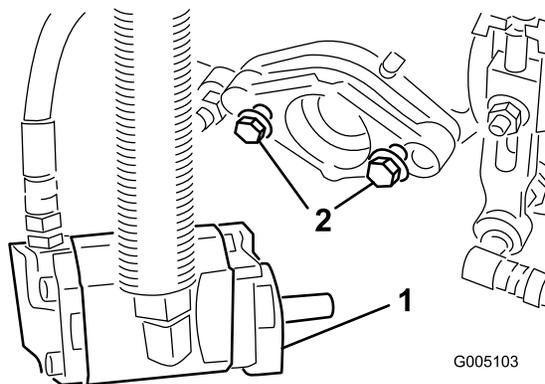

Figura 10
6. Assicuratevi che su ciascun bullone di montaggio del motore principale del cilindro sporgano circa 13 mm di filettatura (Figura 10).
8. **Serrate i bulloni di fissaggio** (Figura 10).